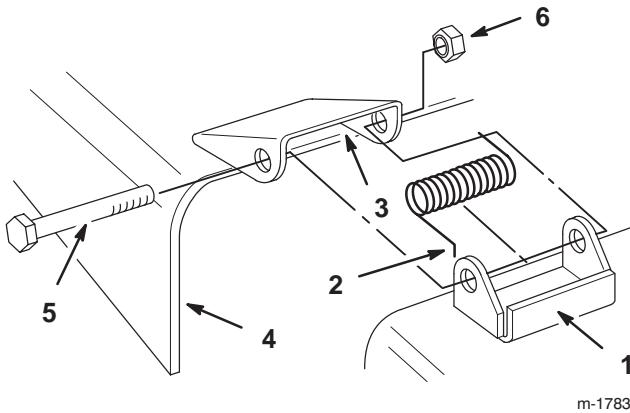

Bild 48
1. Entfernen Sie die Sicherungsmutter, Schraube und die Feder, mit denen das Ablenkblech an den Schneidwerkbügeln abgesichert ist (Bild 48). Entfernen Sie defekte oder abgenutzte Ablenkbleche.
2. Positionieren Sie die Federn an den Schneidwerkbügeln, und zwar mit den Hakenenden über der erhobenen Rückseite (Bild 48).
3. Fluchten Sie das Ablenkblech mit den Löchern in den Bügeln und den geraden Enden der Feder unter dem Scharnier sowie über dem Ablenkblech aus (Bild 48).